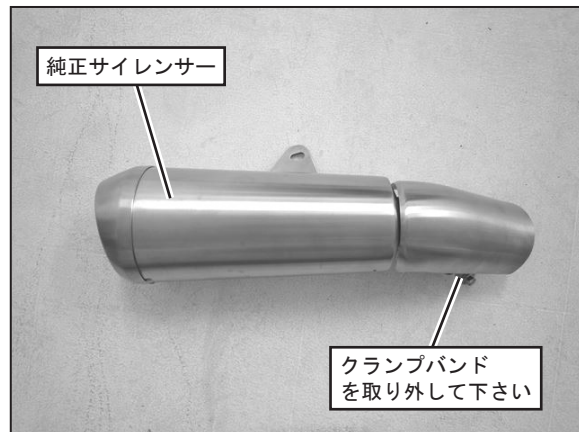

FIG. 2
3. 外した純正サイレンサーから、クランプバンドを取り外して下さい。取り外したクランプバンドは本製品の取り付けに使用します。(FIG. 2 参照)
4. ①テールパイプに、手順3で外したクランプバンドとメーカー純正の新品ガスケットを取り付けて下さい。